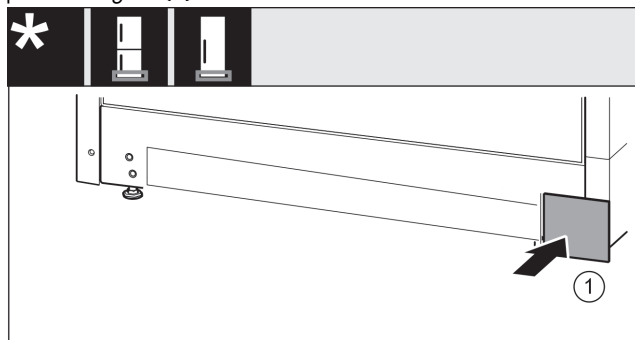

Fig. 18
- ▶ Vendosni sërish në vend kapakun mbulues në anën tjetër. Fig. 18 (1)